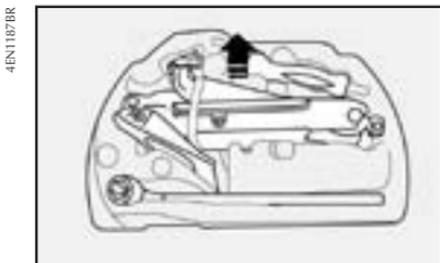

fig. 30
15) Guarde las herramientas utilizadas en los alojamientos específicos en los soportes **fig. 30**.